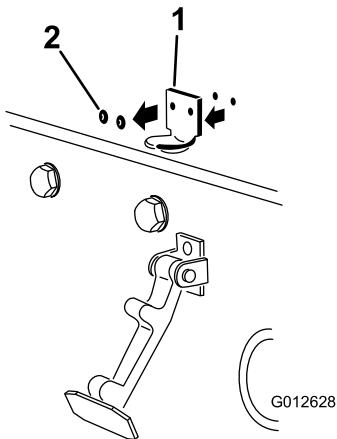

Рисунок 5
2. Удалите две заклепки, крепящие кронштейн защелки капота к капоту (Рисунок 5).
Примечание: Стопорный кронштейн должен быть прижат к капоту (Рисунок 5).